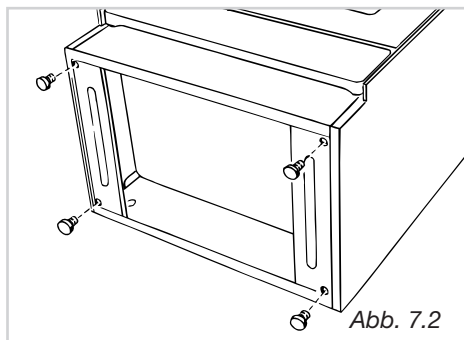

Abb. 7.2
- Stellfüße montieren, um den Fußboden nicht zu beschädigen. Hierzu den Herd seitlich hinlegen (siehe Abb. 7.2) und die beiliegenden 4 Füße in die entsprechenden Löcher eindrücken.